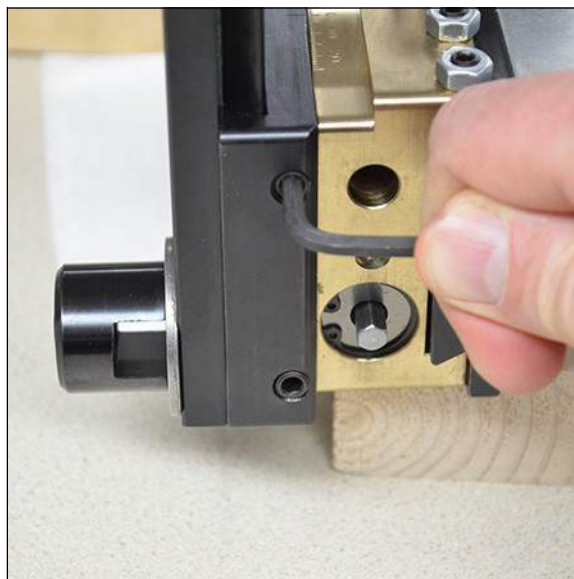

FIGURA 3-29. APRIETE LOS TORNILLOS DE FIJACIÓN DE LIBERACIÓN GIRATORIA
2. Usando una llave hexagonal de 4 mm, apriete los dos tornillos de fijación de liberación giratoria en el lado de la cabeza de la herramienta opuesta al tornillo de horquilla (Figura 3-29) hasta que sienta que los pasadores internos cedan.